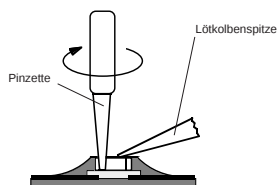

Fig. 2
- Schritt: CHIP-Enden, bzw. das komplette CHIP-Bauteil erwärmen. CHIP von der Klebung ohne Kraftaufwand abdrehen, damit unter dem CHIP liegende Leiterbahnen nicht abgerissen werden (Fig. 2).